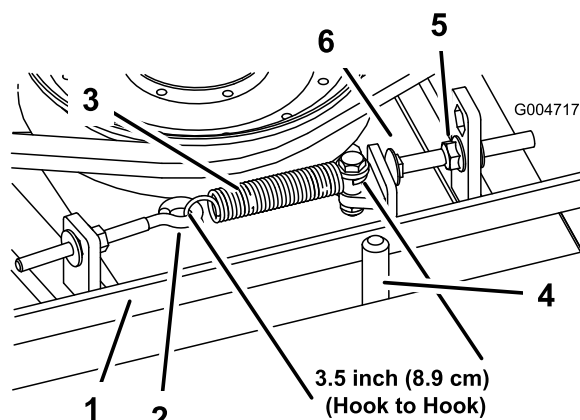

Figura 65
de 8,9 cm $\pm$ 6,3 mm (lado interior). Assim que obtiver a tensão correta da mola, ajuste o pino de fecho (parafuso da carroçaria) até haver uma folga aproximada de 0,32 cm $\pm$ 0,152/0,000 cm entre a cabeça do parafuso e o braço intermédio (Figura 65).
Nota: Certifique-se de que a correia está colocada no lado da mola do guia da correia (Figura 65).
3. Desaperte o parafuso com olhal para permitir a remoção da mola de extensão (Figura 65).
Nota: Puxa a porca ligeiramente para trás para permitir que o braço intermédio passe pelo pino de fecho (Figura 65). Retire a polia intermédia da correia para aliviar a tensão da correia.
Nota: Certifique-se de que correia está colocada no lado da mola do guia da correia (Figura 65).
11. Ligue a mola de extensão (Figura 65) ao parafuso de olhal e aplique a tensão na correia como se segue: